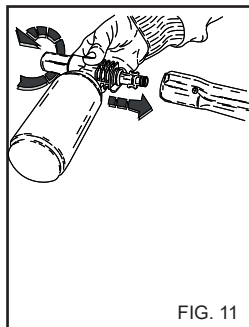

FIG. 11
2) Togliere la prolunga dall'impugnatura e inserire il kit spruzzatore detergente (fig. 11), azionare l'idropulitrice e cospargere la superficie da lavare agendo dal basso verso l'alto.